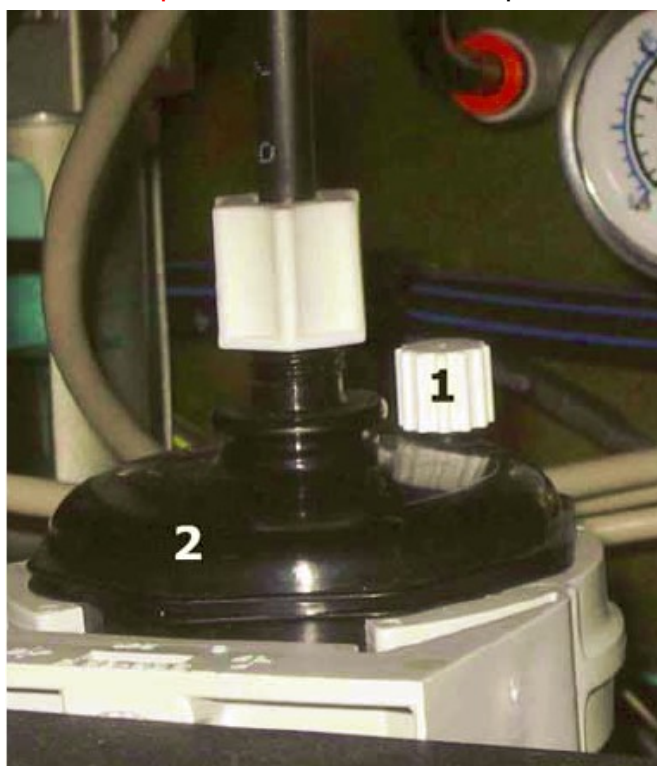

Рисунок 1 – 53: Основной красочный фильтр
11. Используя тот же самый тип растворителя, какой вы применяете в станции чистки, Рисунок 1 – 66 на **странице 80**, очистите шприц.